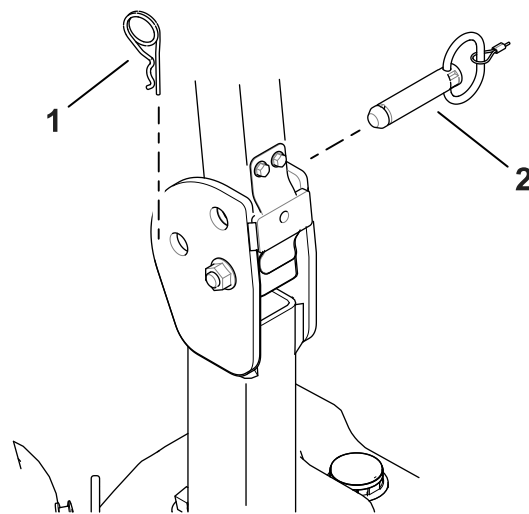

Рисунок 2
4. Снимите штифты конструкции ROPS и поместите их в нижние отверстия (Рисунок 2).